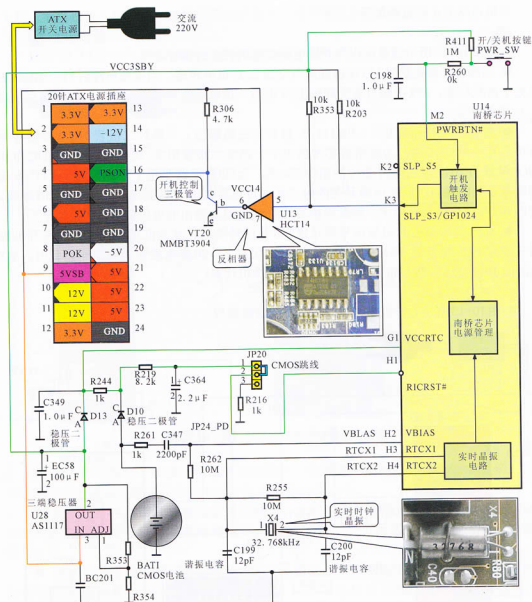

图10-12 南桥芯片的开机电路
下面我们以典型南桥芯片构成的开机电路为例进行具体的讲解，如图10-12所示为南桥芯片的开机电路。该电路主要由南桥芯片（U14）、②⑨脚ATX电源插座、开机控制三极管（VT20）、反相器（U13）、三端稳压器（U28）和实时时钟晶振（X4）等器件组成。
在图10-12所示电路中：
参照图 10-12 所示线路流程为开机电路在待机状态的信号流程。